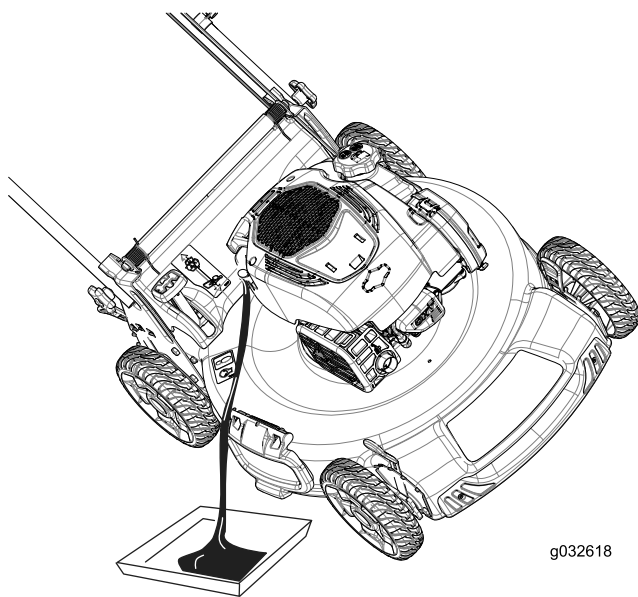

Рисунок 31
3. Для слива отработанного масла через маслозаливной патрубкок переверните машину набор воздушным фильтром вверх (Рисунок 31).